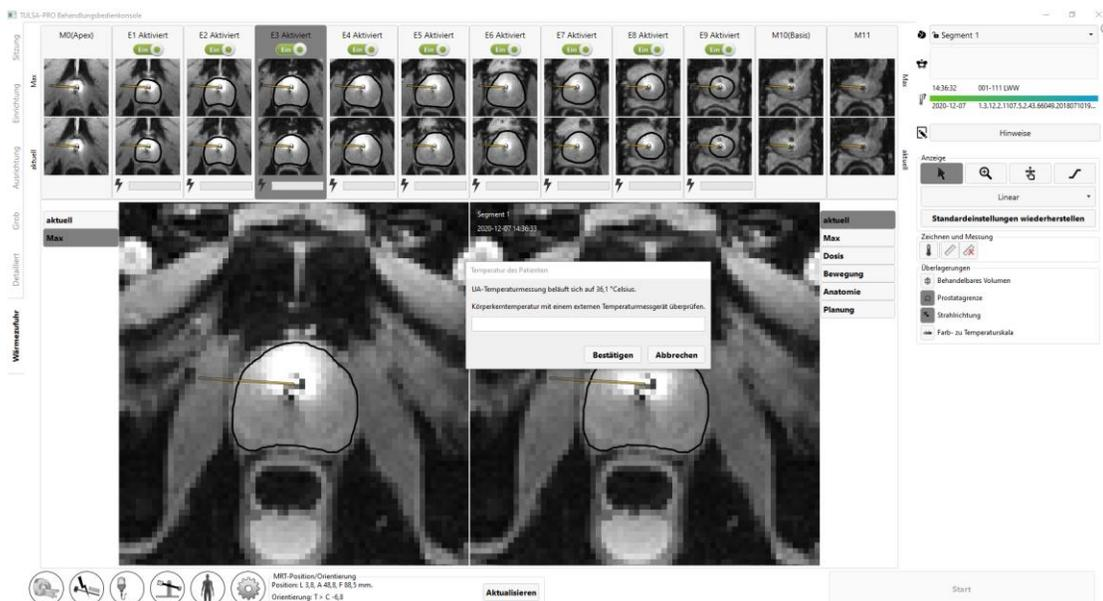
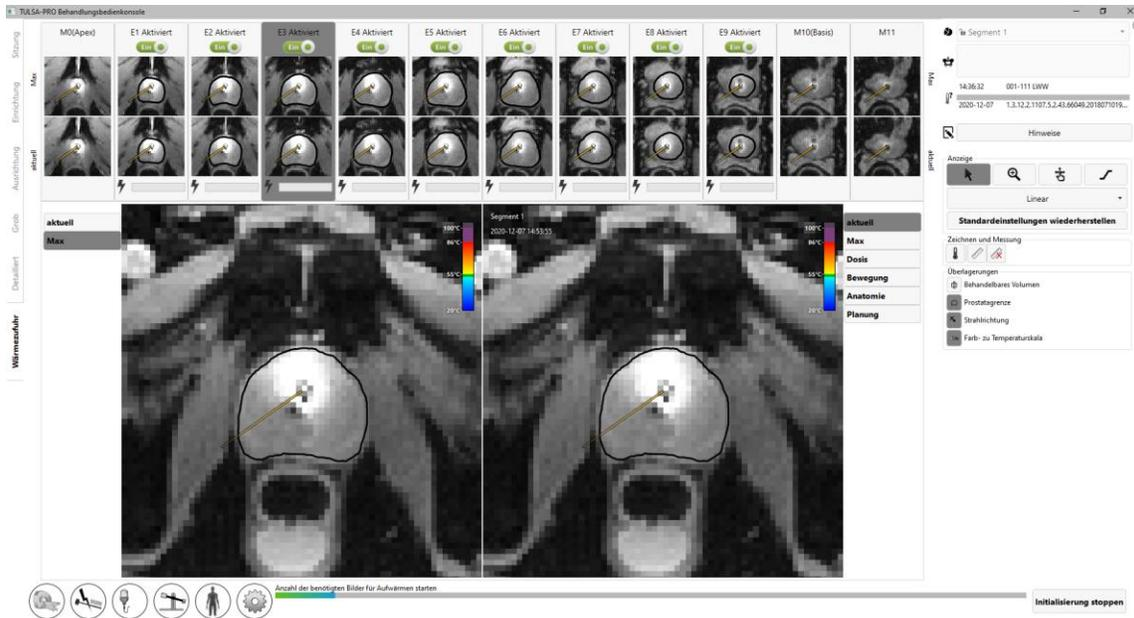

Abbildung 73: Der Benutzer muss die Körperkerntemperatur des Patienten eingeben, bevor er zu „Verabreichung“ übergehen kann
Abbildung 74: Status „Initialisieren der Behandlung“
3. **Radiologe:** Klicken Sie in der TDC auf **Behandlung starten**. Sie werden aufgefordert, vor dem Fortfahren die Körperkerntemperatur mit einem externen Temperaturmessgerät zu kontrollieren (*Abbildung 73*). Geben Sie die Temperatur in Grad Celsius ein, und klicken Sie auf **Bestätigen**. Die TDC wechselt dann in den Status **Initialisieren der Behandlung** und ist nun zum Empfangen von Thermometriebildern bereit (*Abbildung 74*).